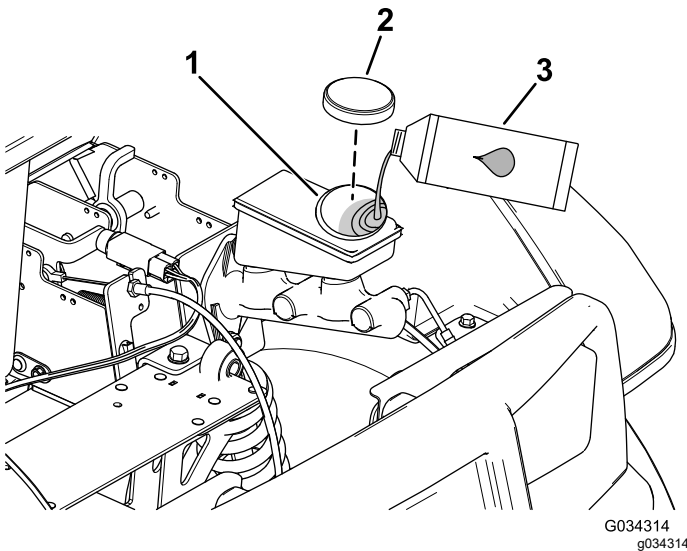

Figure 61
4. Soulevez le capot pour accéder au maître-cylindre de frein et au réservoir (Figure 61).
- A. Nettoyez la surface autour du bouchon du réservoir et enlevez le bouchon (Figure 61).
- C. Remettez le bouchon du réservoir (Figure 61).